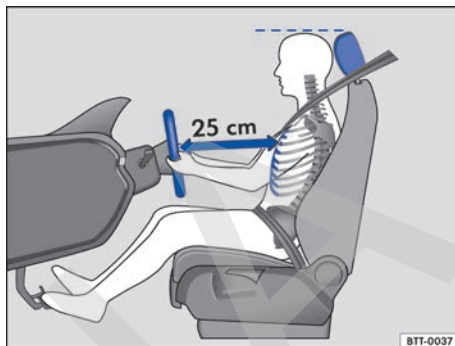
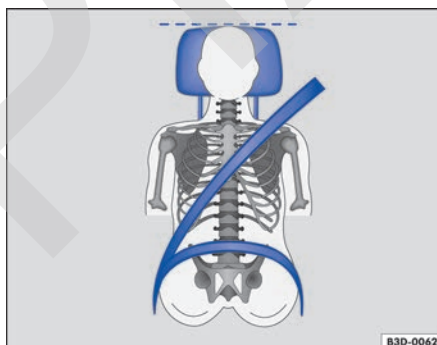

Fig. 32 La distancia correcta entre el conductor y el volante tiene que ser de 25 cm como mínimo.
Fig. 33 Posición correcta de la banda del cinturón de seguridad y ajuste correcto del apoyacabezas.
- Ajuste el asiento de modo que quede una distancia mínima 25 cm → fig. 32 entre el volante y el tórax y que el conductor pueda sujetar el volante del borde exterior con las dos manos y los brazos ligeramente doblados.
- Ajuste el asiento del conductor en sentido longitudinal de forma que el conductor pueda pisar a fondo los pedales con las piernas apenas arqueadas → fig. 32.
- Para los asientos con apoyacabezas: ajuste el apoyacabezas de manera que su borde superior se encuentre preferentemente en la misma línea de la parte superior de la cabeza → fig. 32 y → fig. 33 – pero nunca debajo de la altura de los ojos. Coloque la parte posterior de la cabeza lo más cerca posible del apoyacabezas.
Ajuste la distancia correcta entre el conductor y el volante → fig. 32 con ayuda del mando del asiento del conductor → pág. 52.